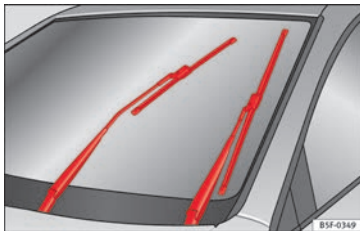

Fig. 65 Essuie-glace en position d'entretien.
- Connectez puis coupez le contact d'allumage puis (après environ 9 secondes), déplacez le levier des essuie-glaces vers le bas (balayage bref). Les balais se déplacent à la position de maintenance » fig. 65.